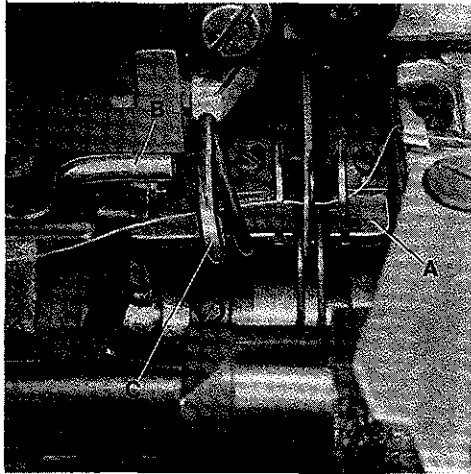
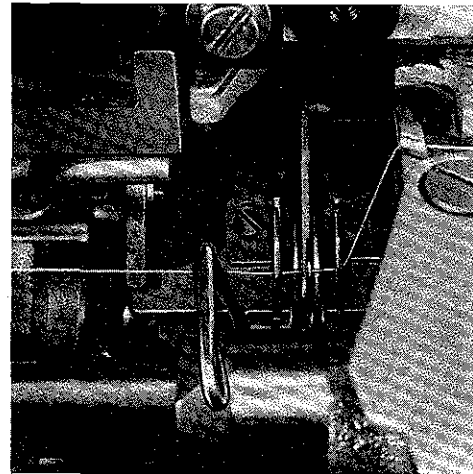
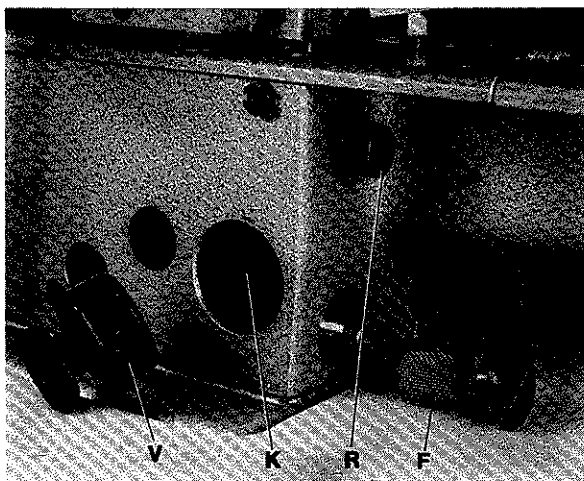

Fig.7
Fig.8
Fig.9
For easier threading of the looper thread, the cast-off plate (A, Fig. 7) will flip-up when pressing lever (B). After threading push the cast-off (A, Fig. 7) at lever (C) back to its home position (see Fig. 8).
For cleaning, the cast-off plate (A, Fig. 7) can be removed completely. Rotate pulley until the flat side of take-up points up. Flip-up cast-off plate by pressing lever (B) and turn out thumb screw (R, Fig. 9). Make sure that the cast-off plate is positioned above the flip-up spring when re-assembling.
Zum besseren Einfädeln des Greiferfadens kann die Fadenabzugsplatte (A, Fig. 7) durch Drücken des Hebels (B) nach oben ausgeschwenkt werden. Nach dem Einfädeln wird die Fadenabzugsplatte (A, Fig. 7) am Hebel (C) wieder in ihre Ausgangsstellung zurückgedrückt (siehe Fig. 8).
Zum Reinigen kann die Fadenabzugsplatte (A, Fig. 7) ganz herausgenommen werden. Drehen Sie am Handrad bis die flache Seite des Fadenaufnehmers oben ist. Schwenken Sie durch Drücken des Hebels (B) die Platte nach oben und drehen Sie die Rändelschraube (R, Fig. 9) heraus. Setzen Sie die Fadenabzugsplatte wieder so ein daß sie oberhalb der zum Hochdrücken dienenden Feder liegt.
The oil filter (F, Fig. 9) has to be cleaned periodically in petroleum, according to its contamination. The oil filter can be removed by turning it counter-clockwise.
Chamber (K, Fig. 9) behind plug (V, Fig. 9) has to be cleaned periodically, according to its contamination.
Der Ölfilter (F, Fig. 9) muß periodisch, je nach Verschmutzung in Petroleum gereinigt werden. Der Ölfilter kann durch Drehen im Uhrzeigersinn entfernt werden.
Die Kammer (K, Fig. 9) hinter dem Verschlußstopfen (V, Fig. 9) muß periodisch, je nach Verschmutzung gereinigt werden.